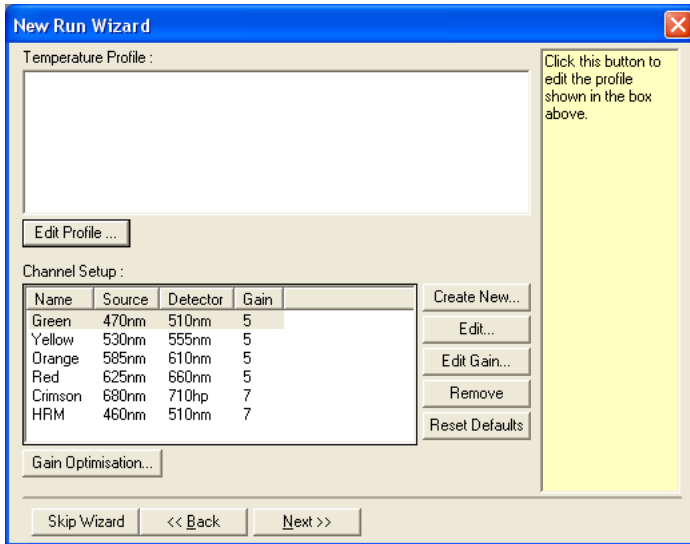

Abbildung 22. „Edit Profile“ (Profil bearbeiten) im Dialogfeld „New Run Wizard“ (Assistent für neue Läufe)
5. Klicken Sie im Dialogfeld „New Run Wizard“ (Assistent für neue Läufe) auf „Edit Profile“ (Profil bearbeiten) (siehe Abbildung 22) und überprüfen Sie wie in den folgenden Schritten beschrieben die Laufparameter.